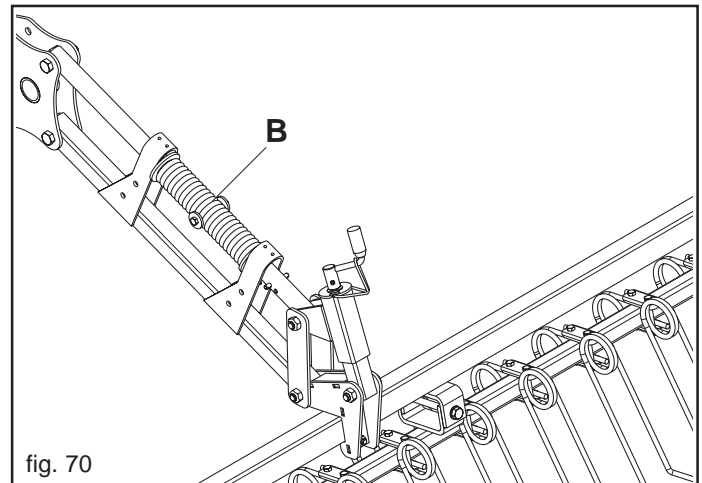

fig. 70
Der Arbeitsdruck der Federzähne der Saatgutabdeckegge kann durch Drehung der Feder (B) auf dem oberen Parallelarm verändert werden (Abb. 70).